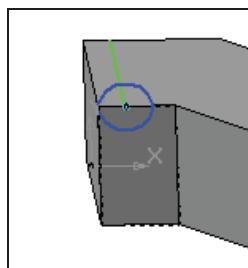

Рис. 19.39. Эскиз сечения
- ◆ выделите ЛК плоскость и создайте на этой плоскости эскиз в виде окружности (рис. 19.39). Выйдите из режима **Эскиз**;